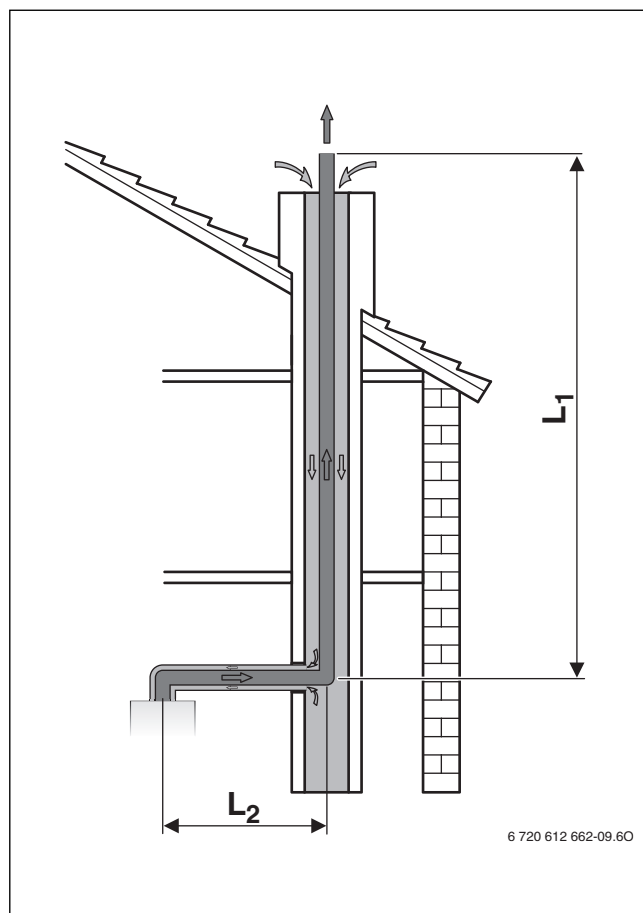

Fig. 14 Sistema di aspirazione/scarico tramite cavedio C₉₃
- Quando l'alimentazione di aria comburente avviene in controcorrente tramite il cavedio (→ figure 14 e 15), il cavedio deve essere pulito.